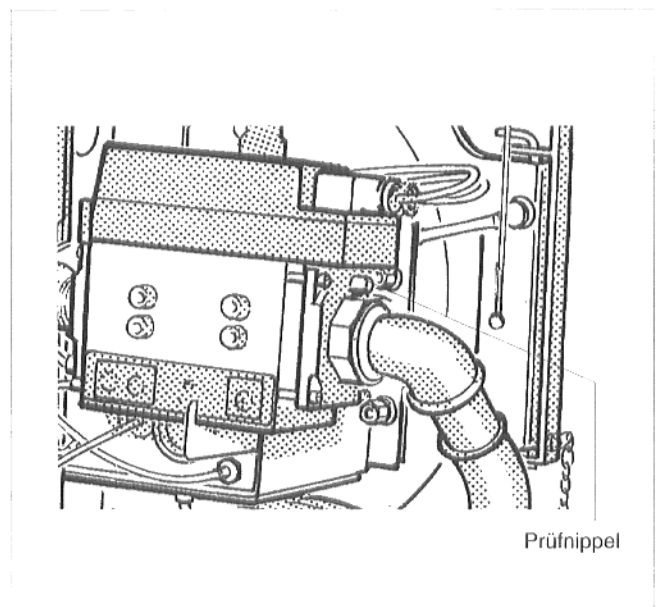

Abb. 13: Prüfnippel Gasfließdruck
- Gewindestift des Prüfnippels für **Entlüftung** und Gasfließdruck (Abb. 13) lösen. Entlüften bis Gas ausströmt, danach Gewindestift wieder eindrehen.
- Gewindestift im Prüfnippel der Gasbrennerarmatur lösen (Abb.13).